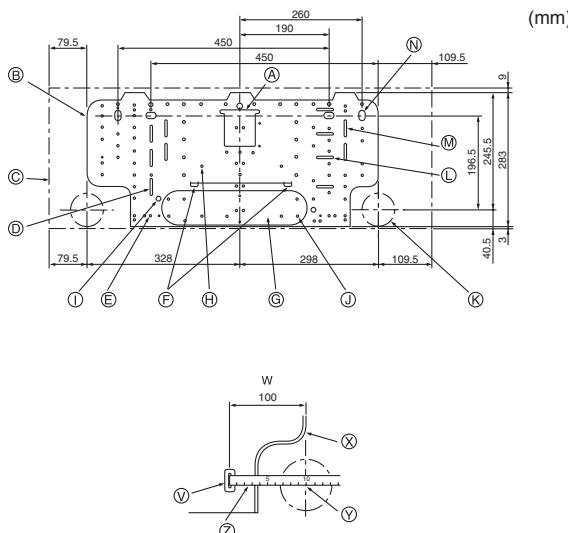

Fig. 3-1
3.1. Duvar montaj mesnedinin takılması (Fig. 3-1)